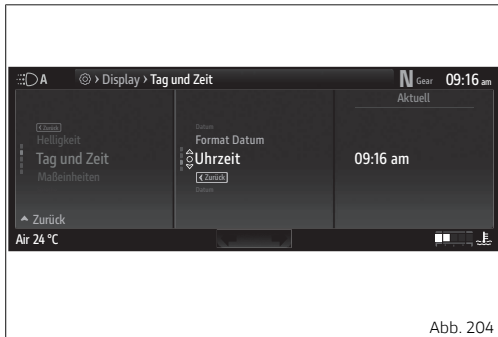

Abb. 204
- Die Angabe „Uhrzeit ändern“ (Abb. 204 S.254) markieren, dann die Taste \circ drücken.